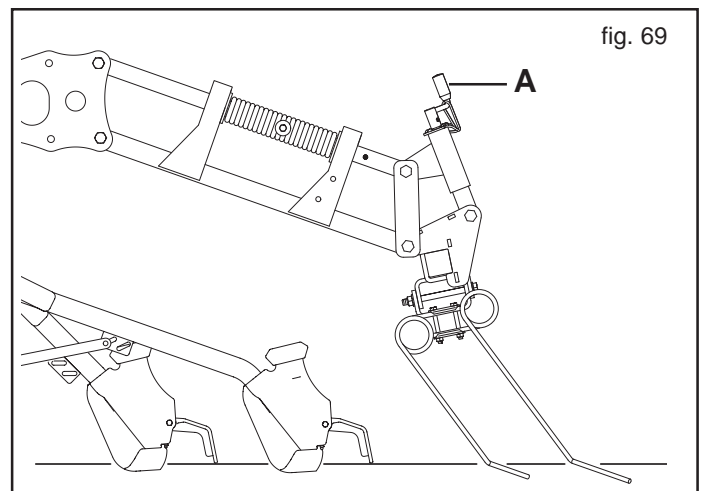

fig. 69
Die normale Arbeitsposition der Egge wird auf Abb. 69 illustriert. In dieser Position ist der Verschleiß der kurzen und langen Zähne gleichförmig. Durch Einwirken auf die Einstellkurbel (A) kann die Neigung der Egge verändert werden.
Die mitgelieferten öldynamischen Anlagen sind mit Flußreglern (Abb. 69) ausgestattet, die eine Einstellung der Ölmenge beim Öffnen oder Schließen je nach Montagerichtung derselben ermöglichen:
Fluß von A nach B frei (Abb. 69);
Fluß von B nach A gedrosselt (eingestellt) (Abb. 69).